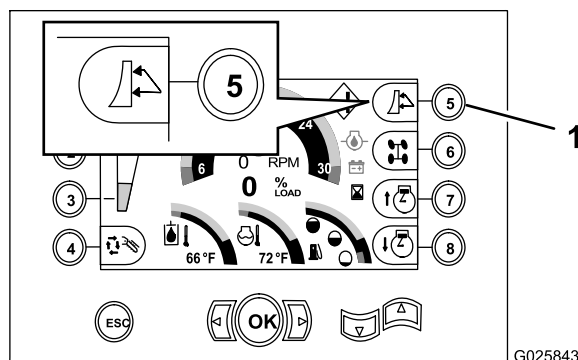

Figura 49
1. Cambie la máquina a la función de relleno pulsando el botón 5 del centro de control hasta que aparezca el icono de la hoja de relleno (Figura 49).